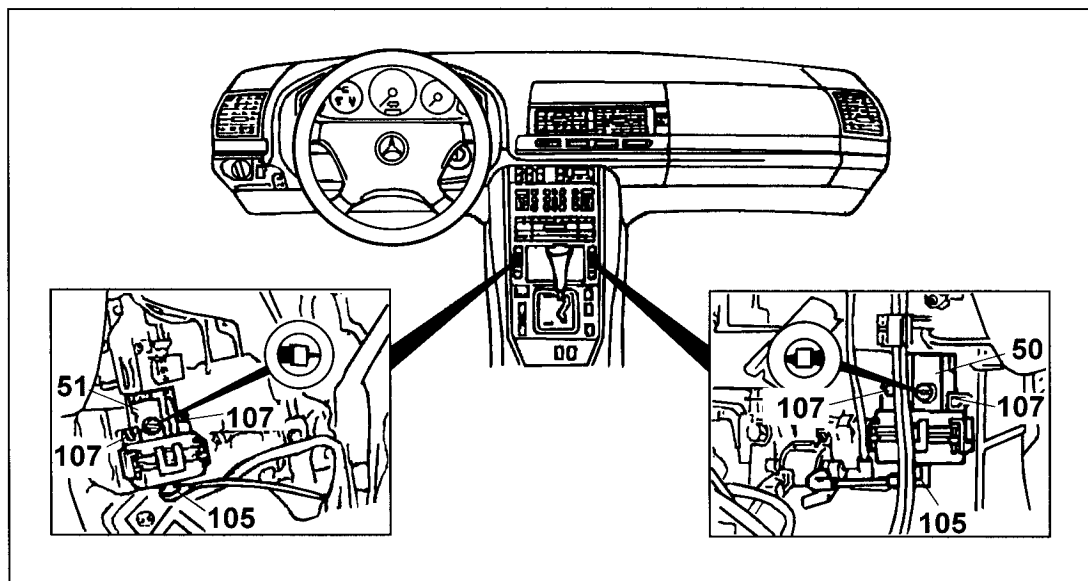

图 9-5-11 后部风道活门真空元件(50, 51)
(三)后部风道活门真空元件的拆装(见图 9-5-11)
(6)按与拆卸相反的顺序进行安装,并确保控制轴上的定位标记箭头指向右侧(见图 9-5-11)。
5. 按与拆卸时相反的顺序进行安装,并确保控制轴上的定位标记箭头指向左侧(见图 9-5-11)。